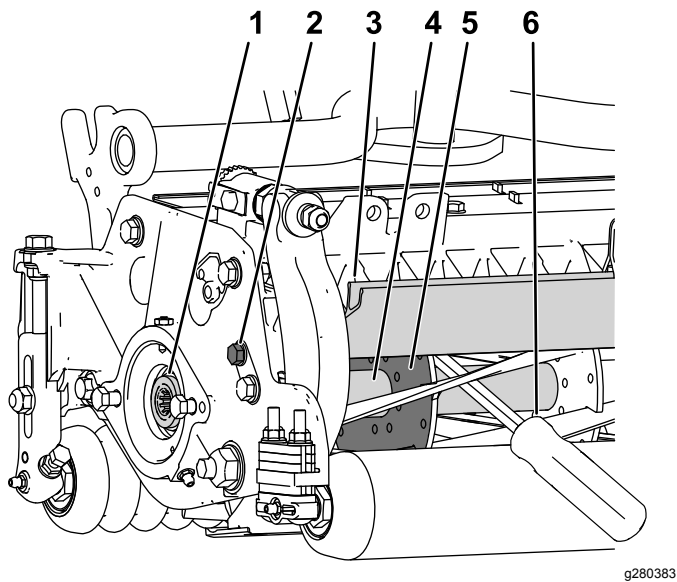

图31
1. 松开滚刀组左侧的屏蔽螺栓抬起后护罩图31。
2. 将一根长柄撬棍建议尺寸为 0.95cm x 30.48cm 带螺丝刀柄插入滚刀组背面最靠近需要扭转的滚刀组一侧图31。
3. 将撬棍靠着滚刀支撑板的焊接侧图31。